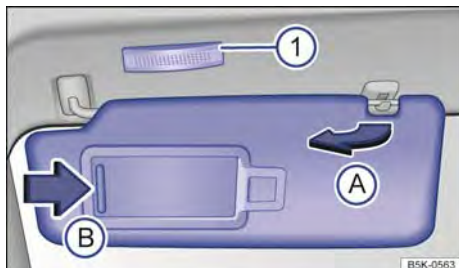

Fig. 112 En el revestimiento interior de la parte delantera del techo: parasol.
- Se pueden extraer del soporte y girar hacia las puertas → fig. 112 (A).
En la parte posterior del parasol hay un espejo de cortesía provisto de una tapa. Al desplazar la tapa → fig. 112 (B), se enciende una luz → fig. 112 (1).